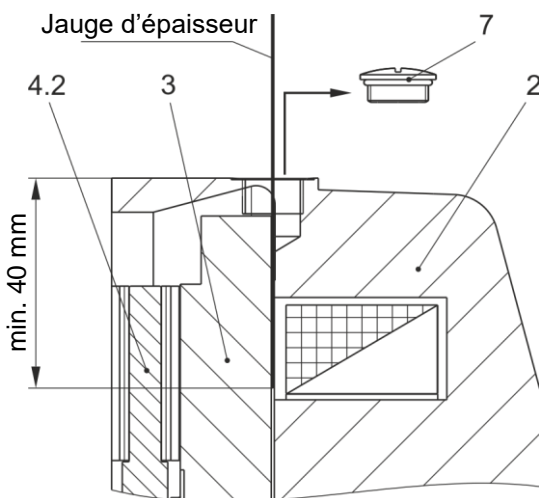

Fig. 10
Contrôler l'entrefer à l'aide d'une jauge d'épaisseur après avoir enlevé le bouchon d'étanchéité / bouchon fileté (7). Celle-ci doit être introduite au minimum à 40 mm de profondeur (voir fig. 10), afin de pouvoir mesurer l'écart entre le disque de freinage (3) et le porte-bobine (2).